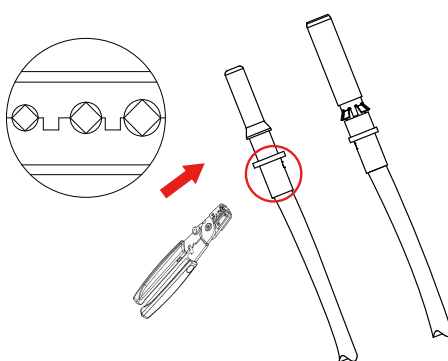

Figura 5.4 Crimpe o pino de contato no fio
- Fixe os terminais de crimpagem de metal com um alicate de crimpagem, conforme ilustrado na figura 5.4.